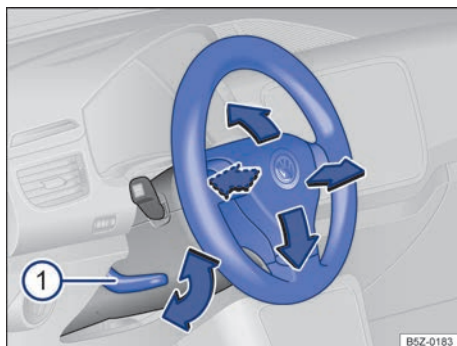

Fig. 60 Ajustar a posição do volante.
- Empurrar a alavanca para baixo → Fig. 60 ①.